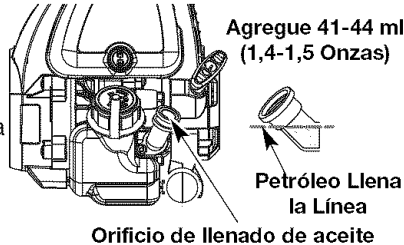
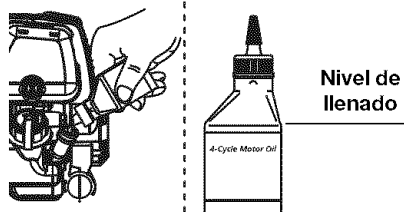

Fig. 19
Fig. 21
5. Compruebe el nivel de aceite. El aceite debe quedar exactamente en la parte inferior de las roscas del orificio de llenado de aceite. (Fig. 19)
6. Si el nivel está bajo, agregue una pequeña cantidad de aceite en el orificio de llenado de aceite y vuelva a medir (Fig. 19). Repita este procedimiento hasta que el nivel de aceite a la parte inferior de las roscas en el orificio de llenado de aceite.
**NOTA:** Use la botella y la boquilla que guardó del uso inicial para medir la cantidad correcta. El nivel de 90 ml (3,04 onzas) está aproximadamente en la parte superior de la etiqueta de la botella (Fig. 21). Mida el nivel con la varilla de medición. Si el nivel está bajo, agregue una pequeña cantidad de aceite y vuelva a medir (Fig. 19). No lo llene demasiado.